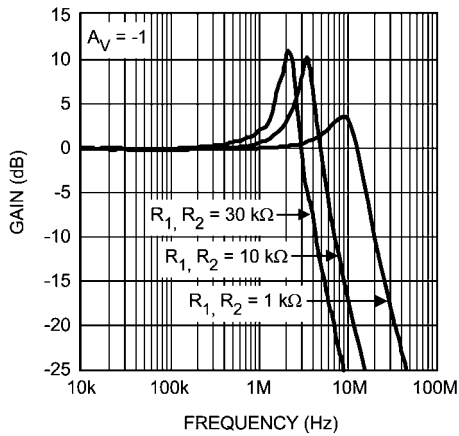

FIGURE 4. Closed Loop Frequency Response
式 (2) に示すとおり、 R_1 と R_2 を大きくするに伴ってポールは小さくなりアンプの帯域は狭くなります。Figure 4 に R_1 と R_2 の値を変えた場合の周波数応答を示します。帰還抵抗には可能な範囲でなるべく低抵抗を選択してください。